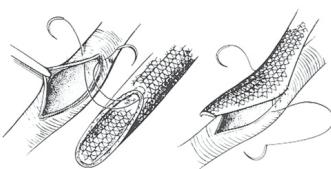

Fig. 5
2. O material de sutura preferido é o polipropileno monofilamentar. Durante a sutura revirar os bordos da prótese e garantir que a completa espessura da parede e a malha são incluídas em cada ponto. Fig. 5. Recomenda-se a utilização exclusiva de agulhas não cortantes durante a sutura.